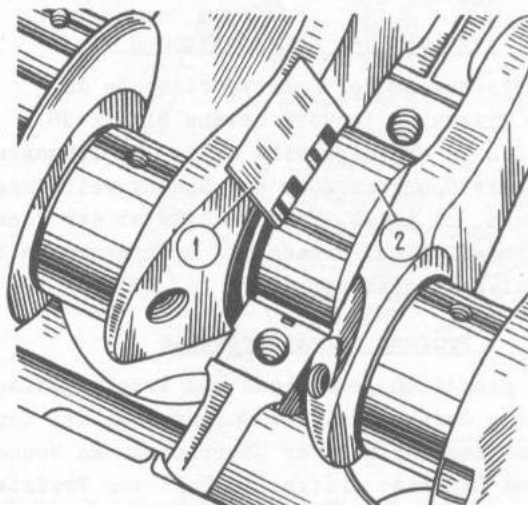

Bild 2-87. Bestimmung des Spiels zwischen Lagerzapfen und Lagerschalen nach Skale der Verpackung:
- Deckel abheben und nach Größe der Stauchung des Drahtes anhand der Skale der Verpackung (Bild 2-87) den Wert des Spiels bestimmen.